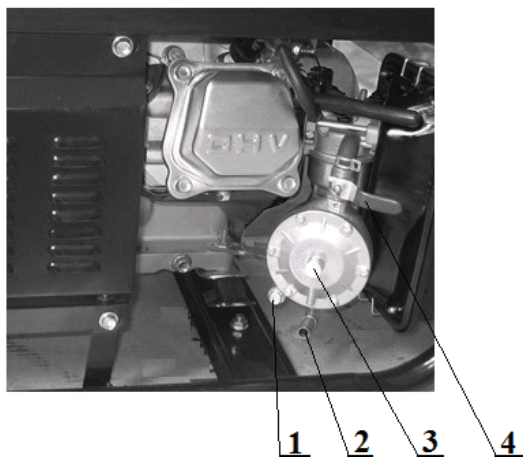

Рис. 4. Газовая аппаратура
7.2.5. При использовании газа требуется перекрыть кран бензобака, слить бензин из поплавковой камеры карбюратора через сливную заглушку в виде болта-1, см.рис.4.
7.2.6. Подсоединить шланг газовой магистрали к газовому штуцеру карбюратора-2, см.рис.4.
7.4.2. Открыть топливный кран, переведя его в положение «ON-открыто», кран газа-4, см. рис.4, при этом должен находиться в поперечном положении по отношению к крану.
Важно! Если перед запуском на газовом топливе генератор эксплуатировался на бензине, то бензин надо слить из карбюратора, отвернув пробку-заглушку-1 на редукторе карбюратора, см.рис.4, а затем завернуть её обратно.
3. Открыть вентиль баллона, ручку крана 4, см.рис.4, установить поперёк крана.
8. Нажать на 2-3 сек клапан подачи газа 3, см.рис.4.
3. Ручку крана 4, см.рис.4, установить вдоль крана.
7. Нажать на 2-3 сек клапан подачи газа 3, см.рис.4.